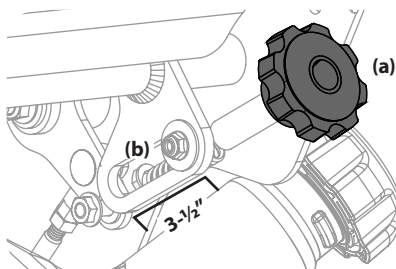

Figure 4-21
2. Ajustez le bouton de correction de trajectoire (a) jusqu'à ce qu'il s'appuie avec l'entretoise. Voir Figure 4-21. Après le réglage, la distance entre le boulon (b) et l'extrémité supérieure du ressort doit être de 3,5 pouces approximativement.